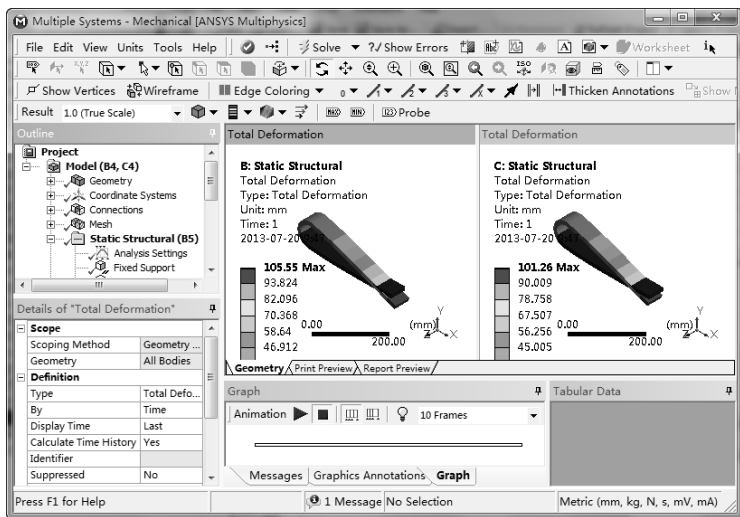

图 8-42 变形云图
- 9) 变形云图。为了便于分析不同设置结果，可使用多窗口功能。单击【Vertical Viewports】按钮 ，模型空间自动分割成两个，分别设置每个窗口中的内容，如图 8-42 所示。